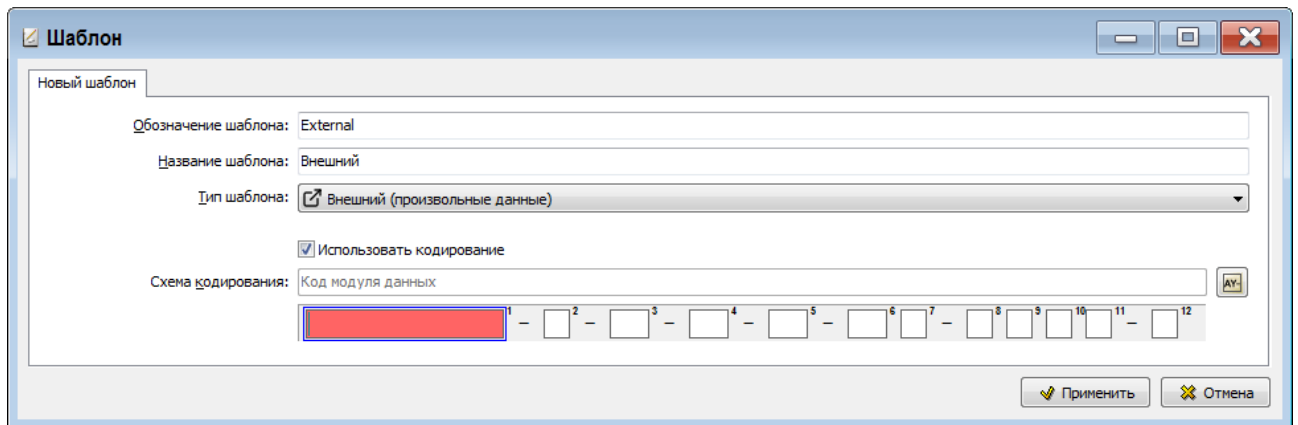

Рис. 3.89
2. В диалоговом окне **Шаблон** введите обозначение шаблона - «External» и название - «Внешний» (Рис. 3.89).
3. Укажите тип шаблона «Внешний (произвольные данные)» (Рис. 3.89).